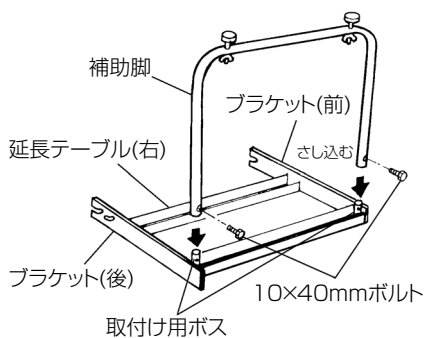

図 20
- (1) 図20のように延長テーブル(右)のテーブル面を下にして置きます。補助脚を延長テーブル(右)の取付けボスへさし込み、10×40mmボルトで取付けます。10×40mmボルトは付属(図4参照)の17mmボックススパナで十分に締付けてください。
- (2) 延長テーブル(右)は15ページ「3. 延長テーブル(左)を取付ける」の項と同じ要領で本体のテーブルに取付けてください。